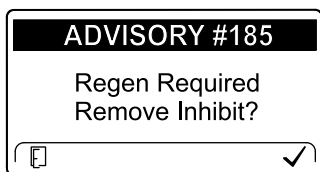

Figura 46
**Nota:** Se configurar o InfoCenter para inibir a regeneração, o InfoCenter apresenta o AVISO N.º 185 (Figura 46) a cada 15 minutos enquanto o motor pedir uma regeneração de reposição.